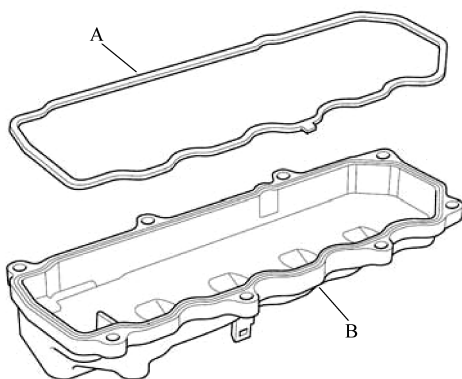

图 7-9 安装缸盖罩衬垫
- 6) 将缸盖罩衬垫 A 安装到缸盖罩 B 的凹槽中，如图 7-9 所示。
- ① 在链条箱的接触区域涂抹约 2.5mm 圆柱直径的密封胶。
- ② 如果涂抹密封胶后经过 5min 或更长时间，不要安装零部件，清除旧的密封胶后重新涂抹密封胶。